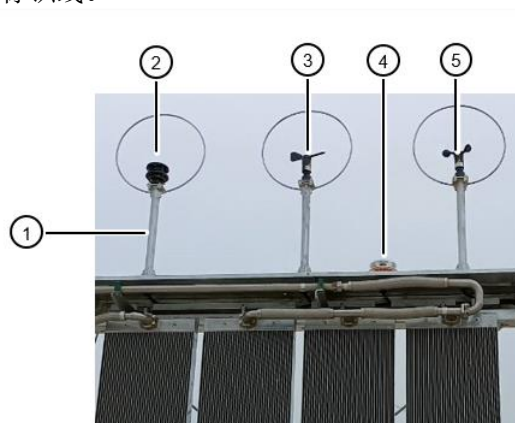

图 13-27 气象件安装位置
1. 用 12 个 M12×35 螺栓，12 个 M12 螺母，24 个 12 垫圈将 3 个气象架安装到上横梁焊接上，见图 13-27 所示，力矩值 $65\pm 3\text{N}\cdot\text{m}$ ，并画防松标识线。
2. 用 12 个 M8×25 螺栓，12 个 M8 螺母，24 个 8 垫圈将 3 个底座安装到气象架上，确保底座上“|”平行于机舱轴线，见图 13-27 所示，力矩值 $25\pm 1\text{N}\cdot\text{m}$ ，并画防松标识线。
用 3 个 M8×20 螺栓将风速仪安装在对应气象支架底座上，见图 13-27 所示。
- a. 用 3 个 M8×20 螺栓将风向标安装在对应气象支架底座上,见图 13-27 所示,力矩值 $18 \pm 2 \text{N} \cdot \text{m}$ 。
- a. 用 3 个 M8×20 螺栓将超声波安装在对应气象支架底座上,见图 13-27 所示,力矩值 $18 \pm 2 \text{N} \cdot \text{m}$ 。
用 4 个 M10×35 螺栓，4 个 M10 螺母，8 个垫圈 10，将航空警示灯紧固在灯座上，见图 13-27 所示，力矩值 $35\pm 3\text{N}\cdot\text{m}$ ，并画防松标识线。